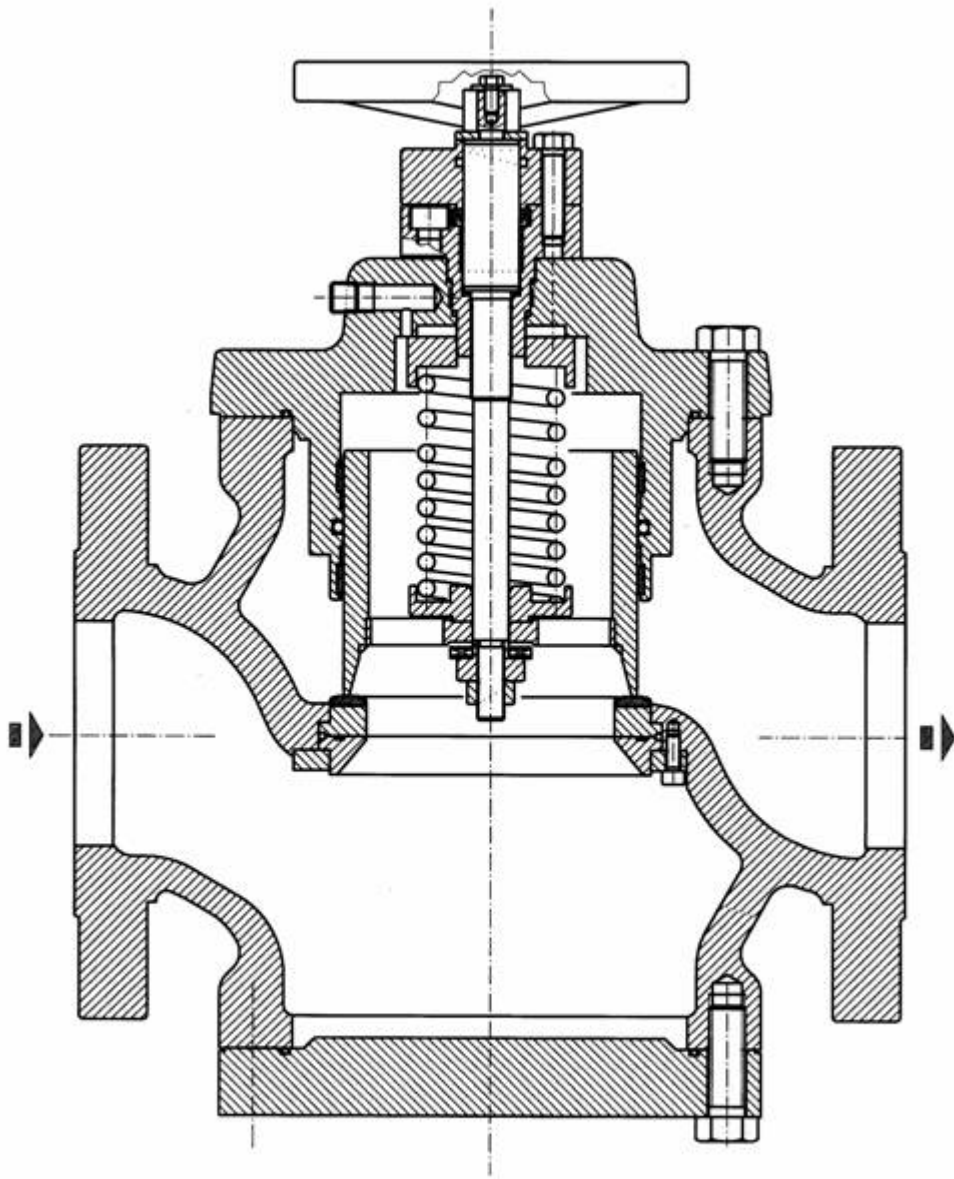

Figura 1
**VLM** ( a comando manuale , vedi figura 1 )